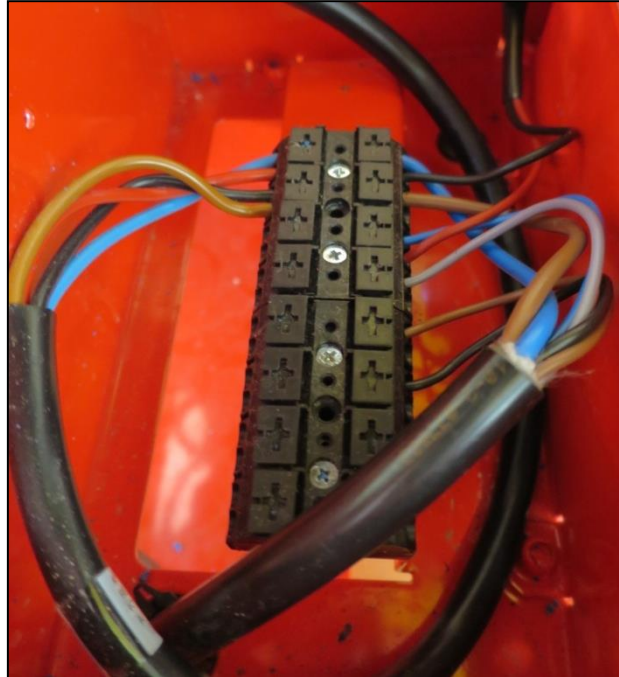

Abb.: 45
- Schließen Sie nun das Kabel des Gebläses von der Klemmleiste ab. Dieses ist auf Abb.: 45 an der linken Seite der Klemmleiste angebracht (siehe auch Anschlussplan, Seite 23, Abb.: 48). Für den Betrieb des MDD kann das angebaute Gebläse demontiert werden, da es dafür nicht verwendet wird.